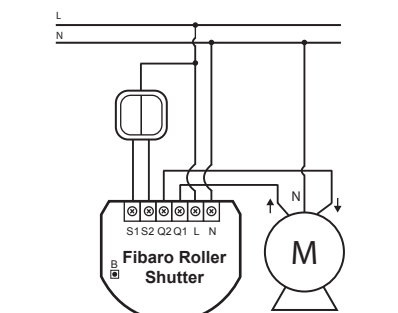

Figure 1 Schéma électrique de branchement du Fibaro Roller Shutter
- Brancher le Fibaro Roller Shutter suivant le schéma de la Figure 1 (stores, jalousies, etc) ou bien 2 (porte-cochère).